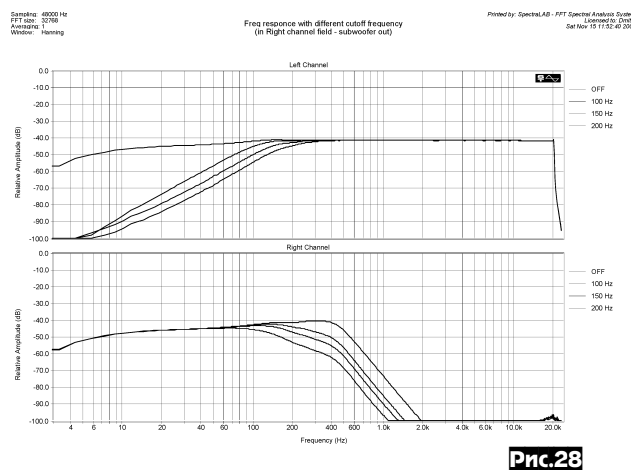

Рис.28
1. АЧХ на линейных выходах основных каналов и канала сабвуфера при разных значениях частоты среза - **рис.28**.